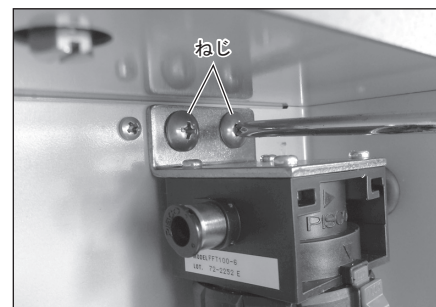

図 32
- 3) プラスドライバーで、ねじ 2 本を取り外し、エアーフィルターを取り外します (図 32)。